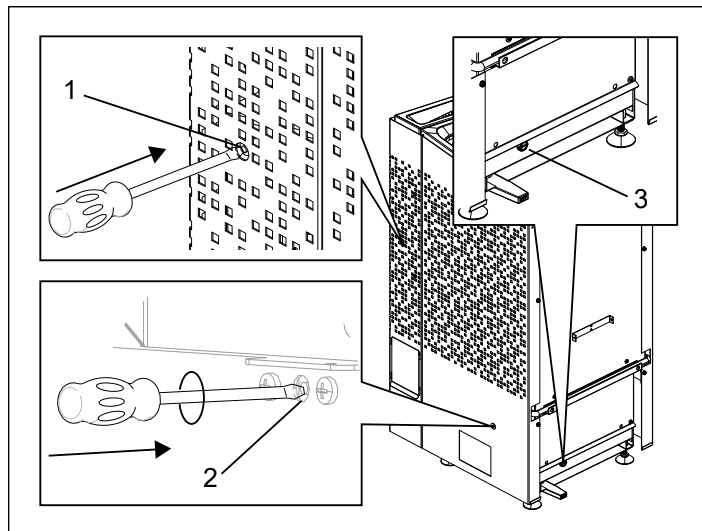

Fig 9: Återställning av temperaturskydden samt placering av glassäkring
• **Vattentank** - Temperaturskyddet i vattentanken är till för att skydda rörelementet vid torrkokning. På aggregatets vänstra sida (sett framifrån) finns ett hål, stick in en penna/mejsel för att komma åt återställningsknappen (se Fig 9). Om skyddet har löst ut så känns knappen stum och ett "klick" hörs vid återställning. Har inte skyddet löst ut samt efter återställning så fjädrar knappen.
• **Aggregat** - Temperaturskyddet i aggregatet är till för att skydda komponenter, rörelement samt trävirke i bastun från överhettning. På aggregatets vänstra sida (sett framifrån) finns ett hål, stick in en pinne för att komma åt återställningsknappen (se Fig 9). Om skyddet har löst ut så känns knappen stum och ett "klick" hörs vid återställning. Har inte skyddet löst ut samt efter återställning så fjädrar knappen.